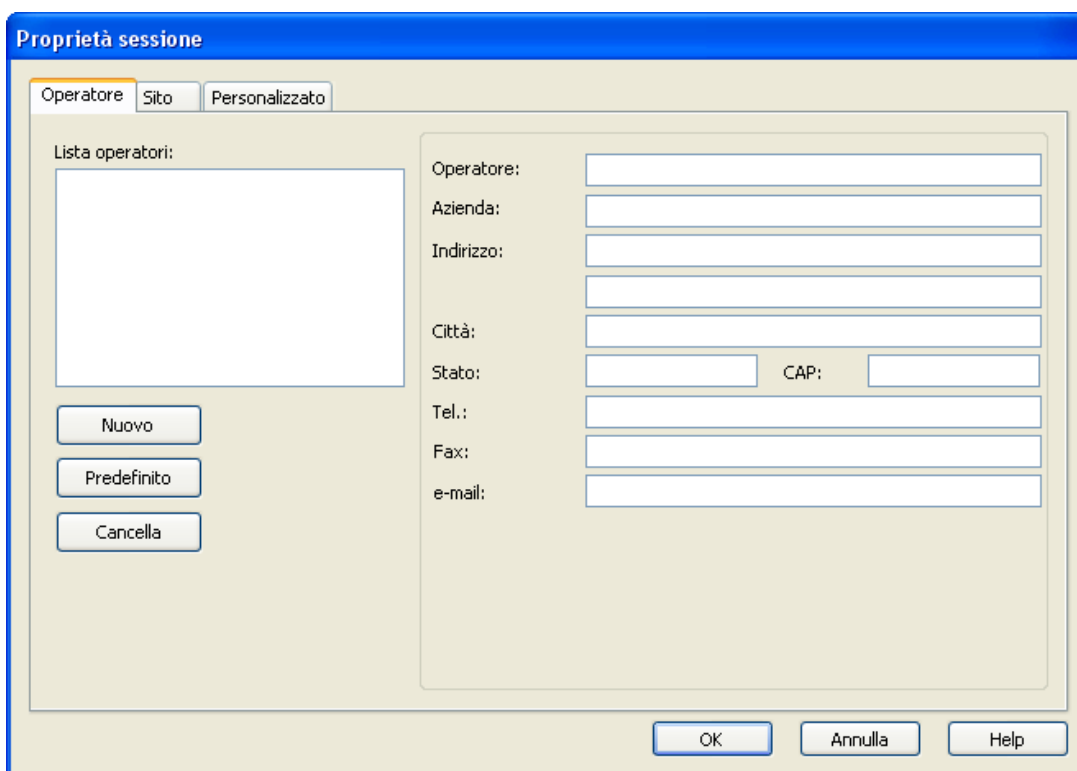

Figura 2-8
2) la creazione della base di dati accompagna una finestra di domanda di ragguagli (figura 2-8) concernenti la sessione (Operatore, Sito, Personalizzato). Queste informazioni rimangono correlate alla sessione e saranno utilizzate per la redazione automatica di rapporti.